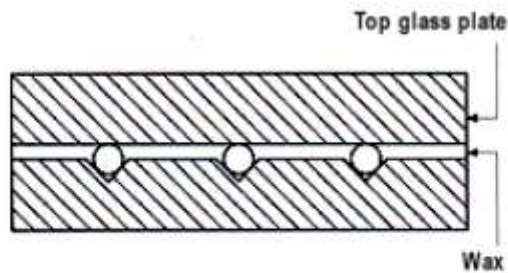

図 38
- ・2枚目のガラス板をファイバーの上にワックス固定しました(図 38)。